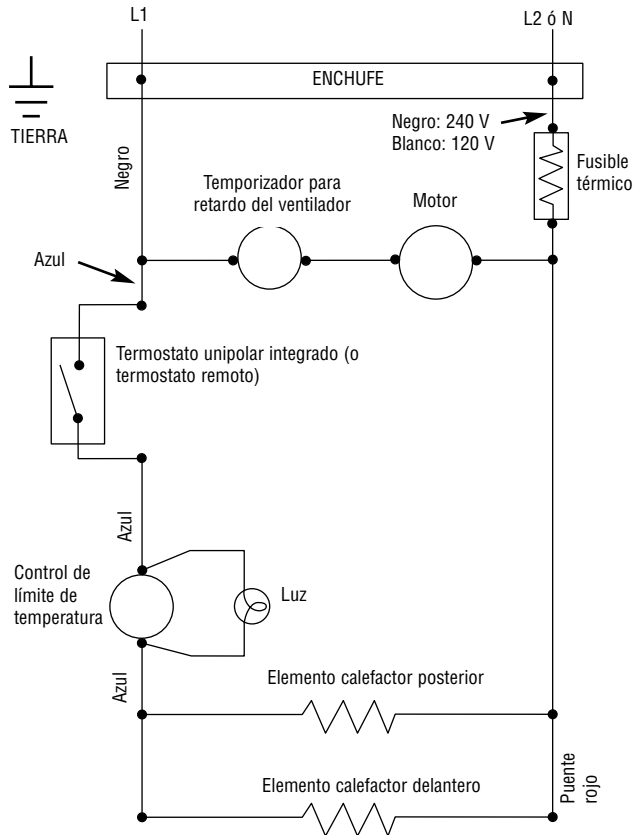

Figura 2 – Conexión del termostato interno del calefactor (si desea la menor potencia, desmonte el puente rojo).
5. **PARA EL TERMOSTATO INCORPORADO, CONECTE EL CABLEADO COMO SE MUESTRA EN LA FIGURA 2.** Instale el cable de alimentación desde la caja del interruptor automático hasta el calefactor. Conecte la alimentación a los dos cables negros en el modelo de 240/208 V o a los cables negro y blanco en el modelo de 120 V con los conectores a rosca aislados suministrados. Retire los conectores a rosca de los dos cables azules. Conecte los cables azules a los cables del termostato utilizando los conectores a rosca aislados suministrados.